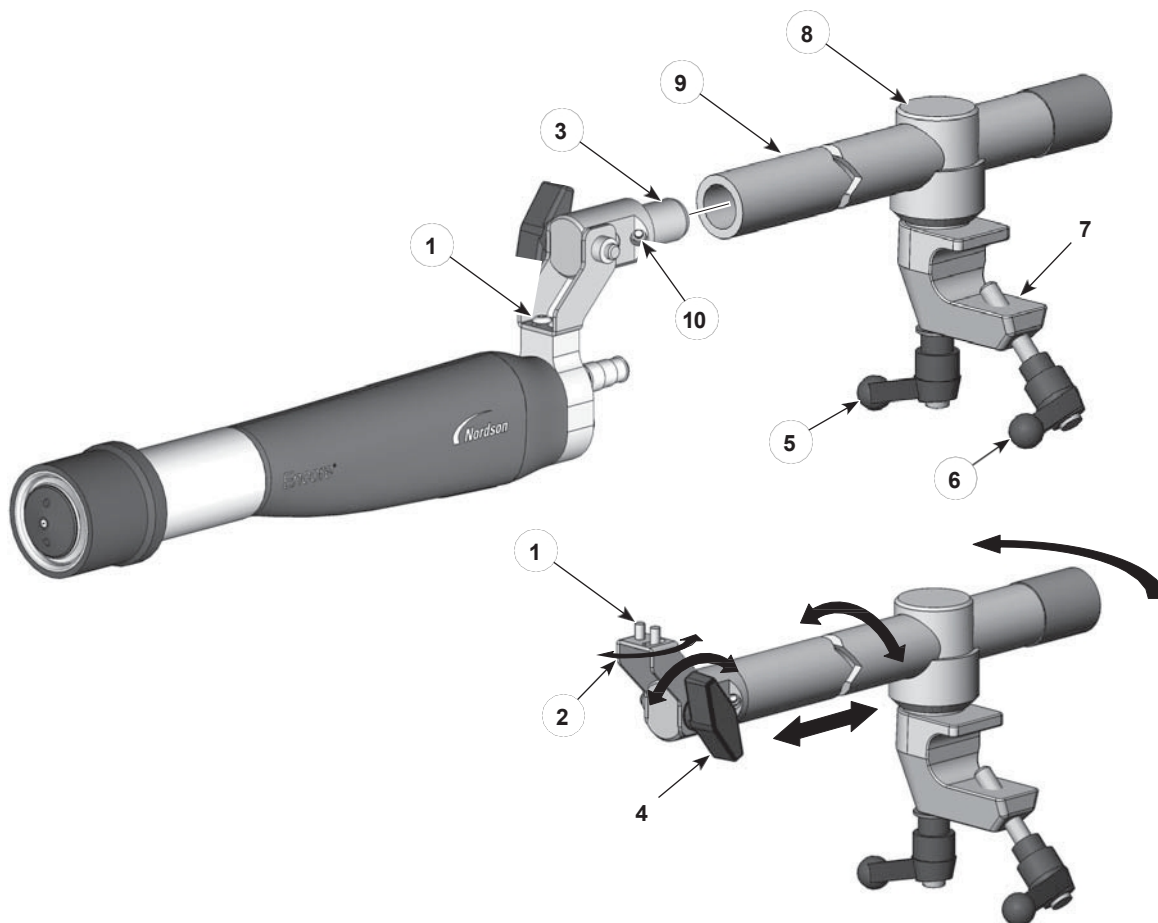
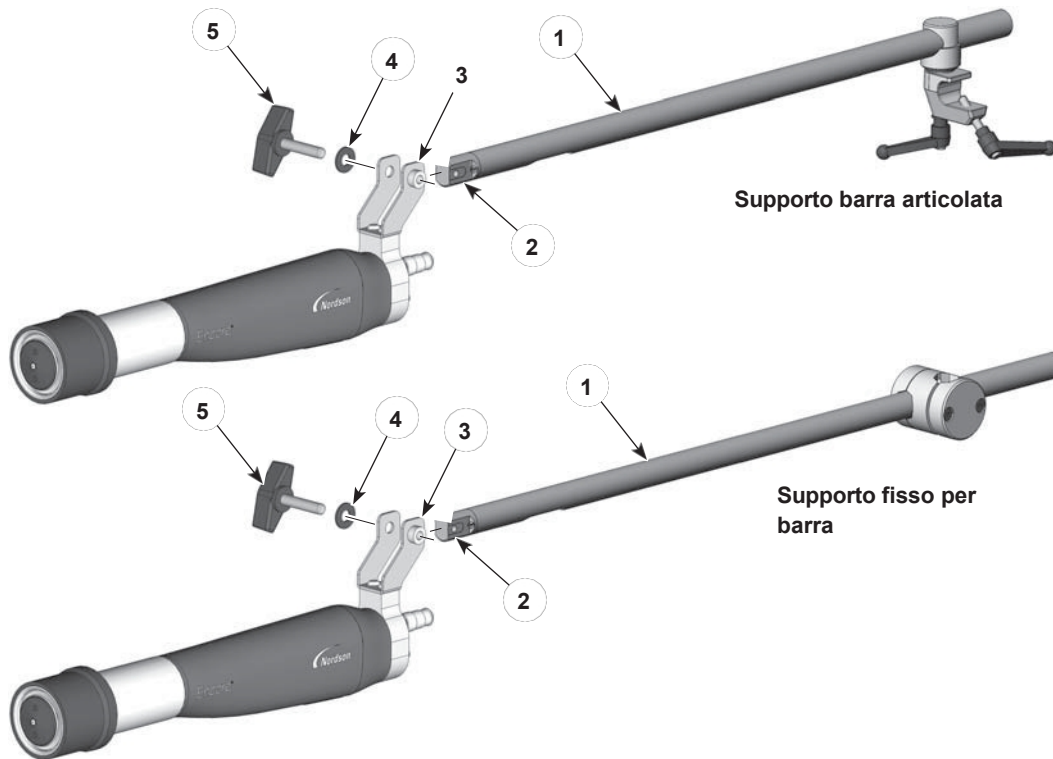
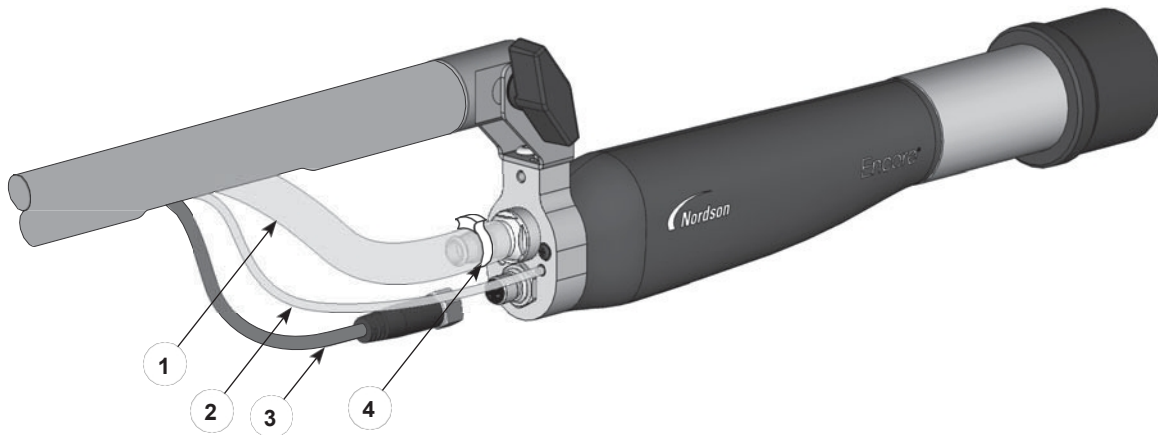

Figura 3 Montaggio standard della pistola articolata su barra
Figura 4 Kit opzionali per montaggio su barra per pistola
Figura 5 Collegamenti dell'elettrodo e della pistola
1. Vedere la Figura 3. Installare l'adattatore tubolare (3) all'estremità dell'asta di regolazione (9) e fissarlo serrando la vite di fissaggio (10) con una chiave esagonale da 4 mm.
- Per spostare la punta della pistola da un lato all'altro, allentare la vite a bottone destra (1).
- Per inclinare la punta della pistola verso l'alto o verso il basso, allentare la manopola di inclinazione (4).
- Per ruotare l'asta di regolazione o farla scorrere in avanti o indietro, allentare la maniglia di bloccaggio (5).
2. Posizionare il morsetto (7) su una barra di montaggio da 1 pollice e serrare la maniglia del morsetto (6).
3. Raggruppare il tubo della polvere, il tubo di lavaggio ad aria dell'elettrodo trasparente da 4 mm e il cavo della pistola e fissarli all'asta di regolazione con nastri in velcro Nordson. Collegarli alla pistola a spruzzo come mostrato nella Figura 5.
Vedere la Figura 4. Questi kit opzionali di montaggio su barra sono dotati di aste di regolazione con diametro interno ampio (1), attraverso le quali è possibile far passare il tubo della polvere, il tubo dell'aria e il cavo della pistola. L'adattatore per tubo (2) fornito con la pistola a spruzzo non può essere utilizzato con questi kit. Deve essere sostituito con l'adattatore per tubo fornito con i kit.
1. Svitare e rimuovere la manopola e la rondella (5, 4) dalla staffa di montaggio della pistola (3).
3. Inserire l'estremità dell'adattatore per tubo opzionale (2) nella staffa di montaggio della pistola e allineare il foro all'estremità dell'adattatore per tubo con i fori nella staffa di montaggio della pistola.
5. Vedere la Figura 5. Tirare (nell'ordine indicato) il cavo della pistola, il tubo di lavaggio dell'aria dell'elettrodo trasparente da 4 mm e il tubo della polvere attraverso il tubo di montaggio terminale e fuori dal ritaglio. Collegarli alla pistola a spruzzo come mostrato nella Figura 5.